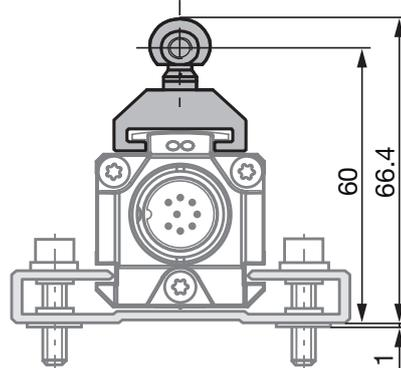
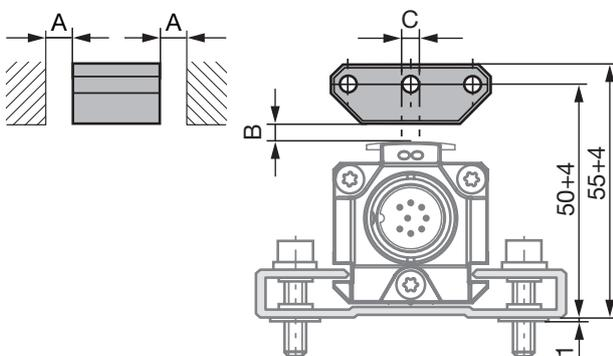
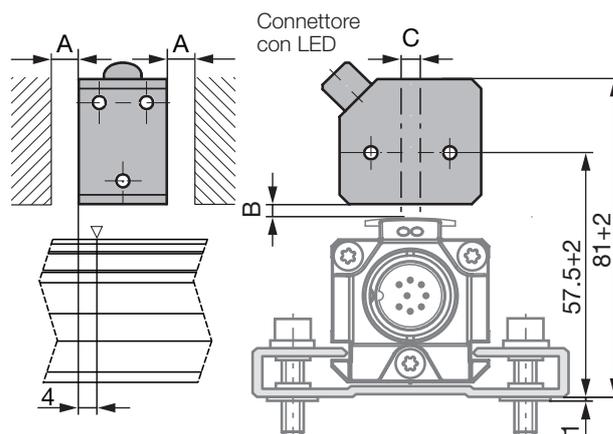

Fig. 4-1: Dimensioni e distanze con il datore di posizione BTL5-F-2814-1S
Fig. 4-4: Dimensioni e distanze con il datore di posizione BTL5-P-3800-2
Fig. 4-8: Dimensioni e distanze con il datore di posizione BTL5-P-4500-1 con generazione elettrica del campo magnetico (24 V/100 mA)
i Il BTL in corpo profilato è idoneo sia per datori di posizione liberi, cioè operanti senza contatto (vedere dalla Fig. 4-4 alla Fig. 4-8) che per datori di posizione guidati (vedere Fig. 4-1 e Figura Fig. 4-3).
- La distanza A fra il datore di posizione e i componenti costituiti da materiale magnetizzabile deve essere di almeno 10 mm (vedere dalla Fig. 4-4 alla Fig. 4-8).
- Per la distanza B fra il datore di posizione e il BTL e per lo sfasamento C (vedere dalla Fig. 4-4 alla Fig. 4-8) devono essere rispettati i seguenti valori:
i Il campo di misura è spostato di 4 mm in direzione del connettore del BTL (vedere Fig. 4-8).